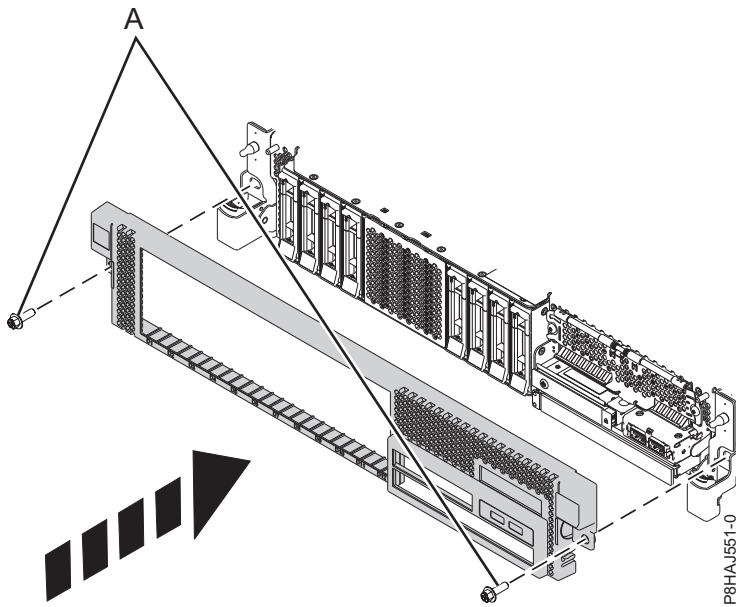

Figure 175. Installation du capot avant
3. Appuyez sur les loquets dans le sens indiqué dans la figure 175, à la page 210. Le capot avant se met en place ; il est doté d'un renforcement permettant de le tenir plus facilement.
4. Remettez en place les vis de transport (A).